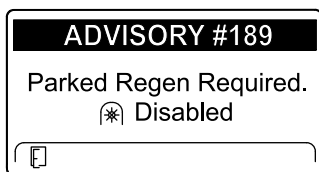

図 46
- 時間以内に駐車再生を行わないと、インフォセンターに駐車再生要求が表示され、PTO が無効化され、アドバイス No.189 が表示されます 図 46。